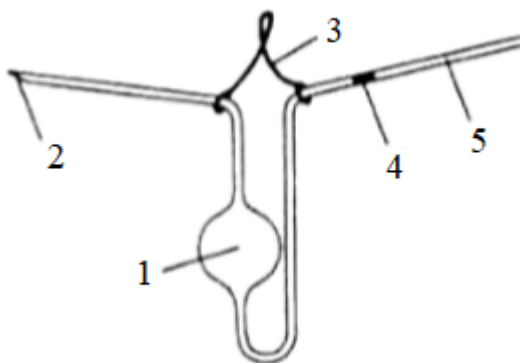

Рис. 16 – Пикнометр Оствальда:
*Пикнометр Оствальда* (рис. 16) – прибор для определения относительной плотности. Он состоит из трёх частей: «носик», шарик и «хвостик» с меткой. При помощи груши, присоединённой к «хвостик», через «носик» осторожно всасывают исследуемую жидкость (несколько выше метки). В течение 10 – 15 мин. пикнометр термостатируют при 20 °С. Избыток жидкости убирают кусочком фильтровальной бумаги, прикасаясь к «носику» пикнометра. Пикнометр тщательно вытирают снаружи и взвешивают на аналитических весах. Ту же операцию проводят с дистиллированной водой.